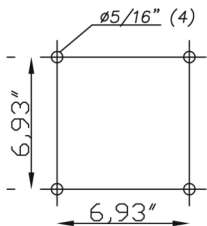

Fig. 2
- Comprobar que el techo aguanta el peso de la campana. Realizar los 4 orificios en el techo usando una broca de 5/6" e insertar los tacos. (Fig. 2).
- Marcar en la pared la posición del soporte E (Fig. 2), según cotas y especificaciones de la plantilla adjunta.
- Colocar el tubo A (Fig. 2), con la parte telescópica B deslizada en su interior, asegurando que la pletina D (Fig. 2) quede correctamente fijada al soporte E (Fig. 2).